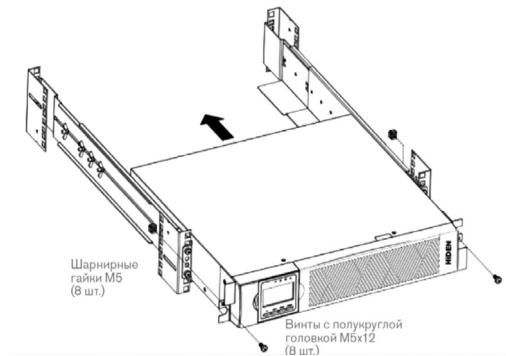

Рис. 4 Крепление передней части шкафа
- l. Закрепите переднюю часть ИБП на стойке с помощью винтов с полукруглой головкой M5x12 и одной закладной гайки M5 с каждой стороны(см. рис.4). Установите нижний винт на каждой стороне через нижнее отверстие кронштейна и нижнее отверстие рельса.